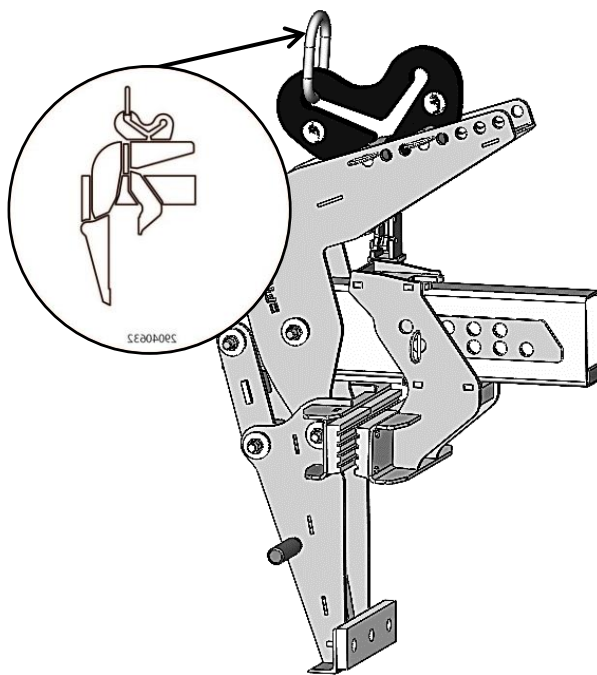

Bild 20
Zum Transportieren des Gerätes **ohne** Greifgut erfolgt in der „Leerhub Position“ (siehe **Bild 20**). Hierzu muss die Wechselautomatik (2) verriegelt sein (siehe **Bild 22**).